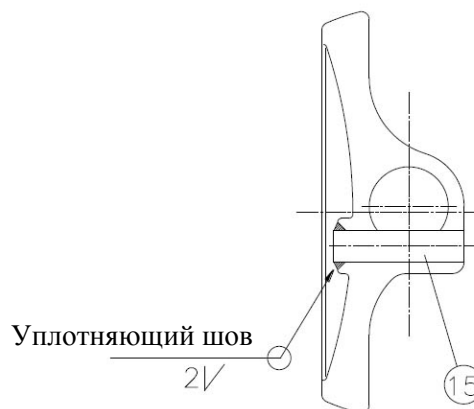

Рис. 8-3
- Точно соблюдайте порядок монтажа. Устанавливайте элементы набивки сальника как показано на рис. 8-3.